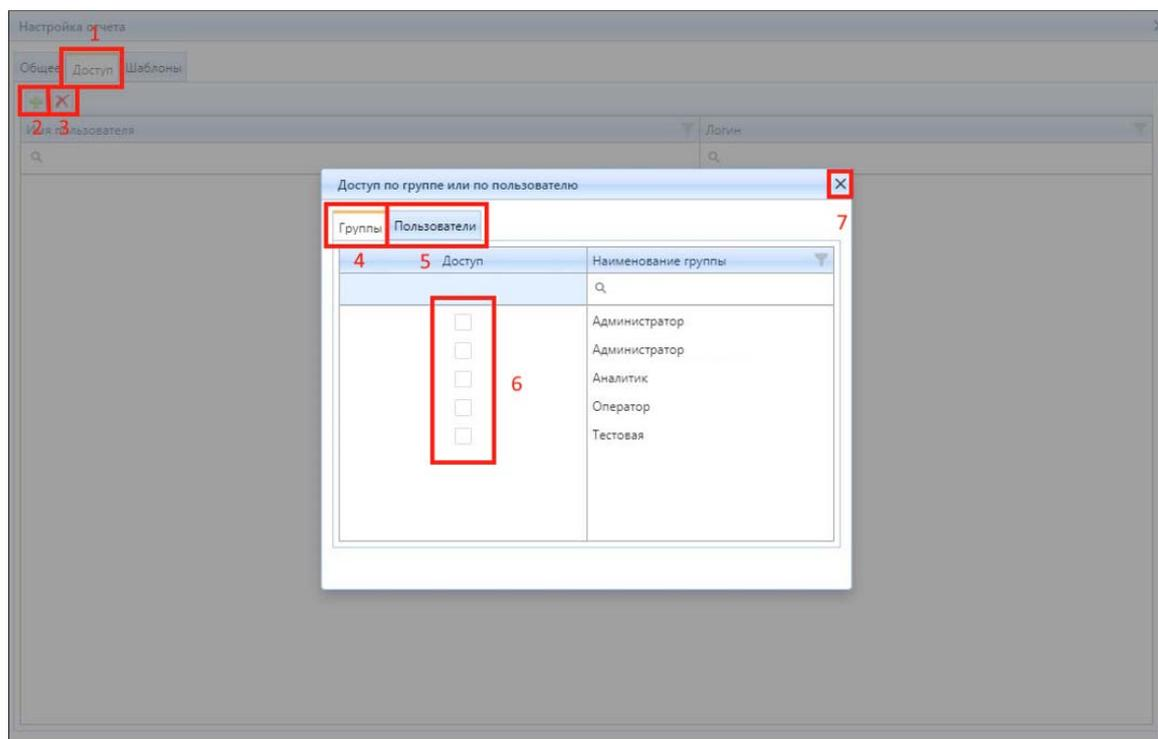
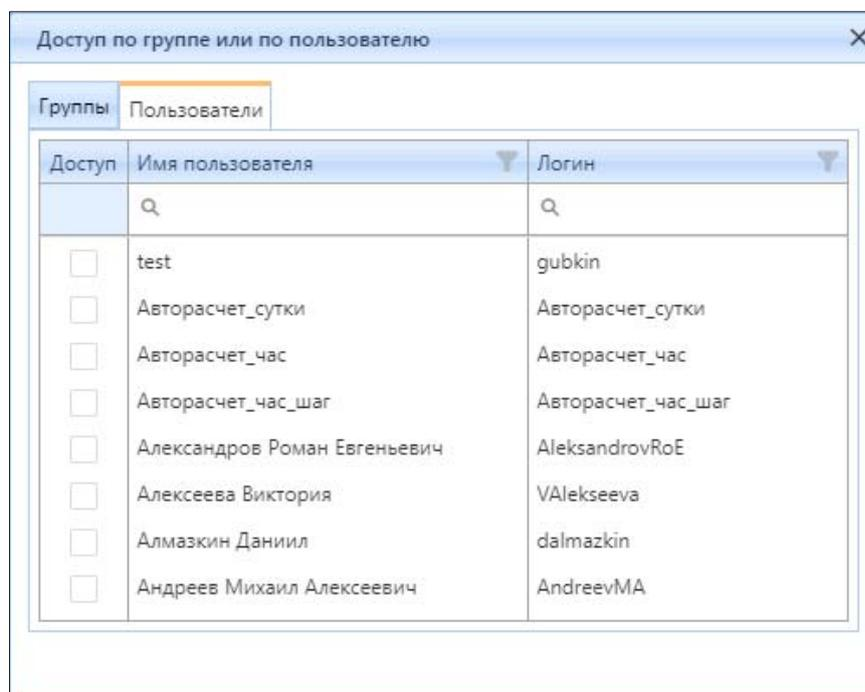

Рисунок 4.7.19 – Окно «Настройка сводного отчета», вкладка Доступ
Рисунок 4.7.20 – Окно «Доступа по группе или пользователю»
Вкладка (1) «Доступ» (рис. 4.7.19)
По нажатию кнопки (2) «Добавить» (рис. 4.7.19) откроется новое окно «Доступ по группе или по пользователю» со списком и чек-боксами напротив них. В данном окне настраивается запрет на доступ группе пользователей (4) (рис. 4.7.19), идентифицирующийся по правам доступа, или отдельно по каждому пользователю (5) (рис. 4.7.19). В окне назначения доступа по пользователю (рис. 4.7.20), необходимо проставить чек-брокс (6) (рис. 4.7.19) напротив имени пользователя,
которому администратор запрещает доступ и закрыть окно кнопкой (7) «Заккрыть» (рис. 4.7.19).